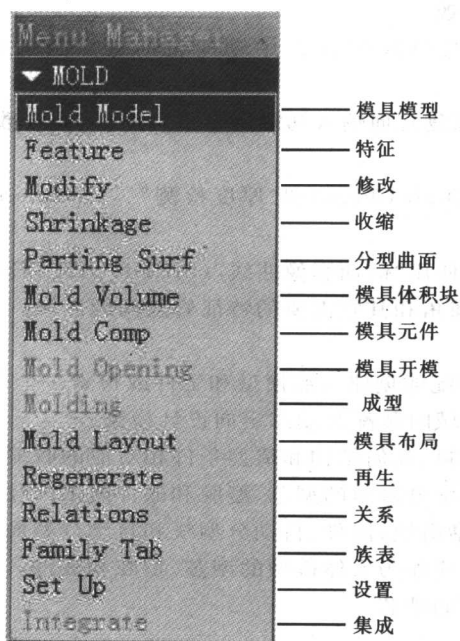

图 1.2 Pro/MOLDESIGN 菜单
(1) 单击“文件”(File)→“新建”(New)。
(2) 在“新建”(New)对话框中,“类型”(Type)下,选取“制造”(Manufacturing)。在“子类型”(Sub-type)下,选取“模具型腔”(Mold Cavity)。
(3) 键入正在创建的新 .mfg 文件的名称,然后单击“确定”(OK)。
(4) 系统打开一个新的 Pro/ENGINEER WILDFIRE 空窗口,显示“模具”(Mold)菜单和“模具型腔”(Mold Cavity)工具栏以及模型的模型树。如图 1.2 所示为 Pro/MOLDESIGN 的模具(MOLD)菜单结构。